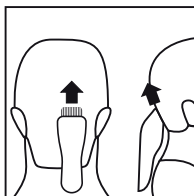

Figura 6
- Manter a parte superior do aparelho apontada para cima e dar início ao corte, começando pelo meio da cabeça na base do pescoço (Figura 6).